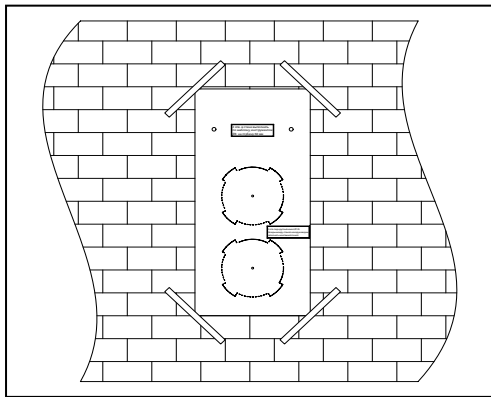

Рис. 5.
1. Зафиксируйте шаблон из комплекта поставки на стене с помощью клейкой ленты на необходимом уровне, рис. 5.
1. Закрепите шаблон из комплекта поставки на внутренней стороне стены с помощью клейкой ленты на необходимом уровне, рис. 5.
1. Закрепите один шаблон из комплекта поставки на внутренней стороне стены с помощью клейкой ленты на необходимом уровне, рис. 5.